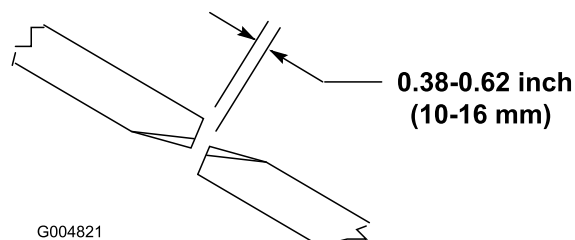

Figure 27
Pour que le plateau de coupe fonctionne correctement, les pointes des lames des plateaux latéraux et du plateau central doivent être espacées de 10 à 16 mm (Figure 27).
2. Tournez une lame centrale et une lame latérale adjacente pour aligner les pointes des lames. Mesurez la distance entre les pointes des lames ; elle doit être d'environ 10 à 16 mm (Figure 27).